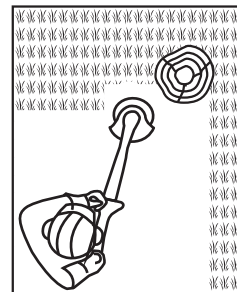

Fig. 12
3. Tenha especial atenção ao executar trabalhos perto de árvores e arbustos. A cabeça de corte pode danificar cascas sensíveis e danificar postes da vedação (Fig. 12).